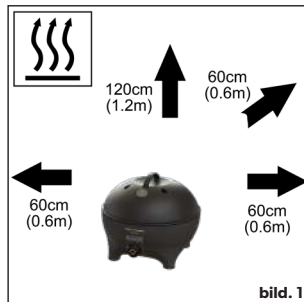

bild. 1
- Använd inte grillen inom 60 cm från brännbara material. Minsta säkra avstånd är: Över grillen 1,2 m. På baksidan och på sidorna 60 cm (se bild 1).